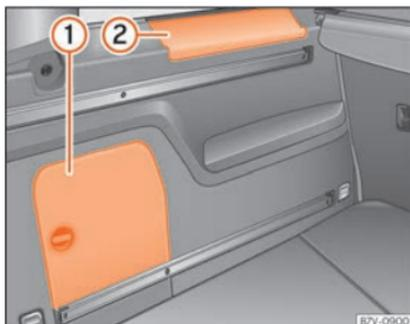

Fig. 191 Dans le coffre à bagages : rangement latéral.
Sur le côté du coffre se trouvent d'autres rangements » fig. 191 ① et ②. Pour ouvrir le